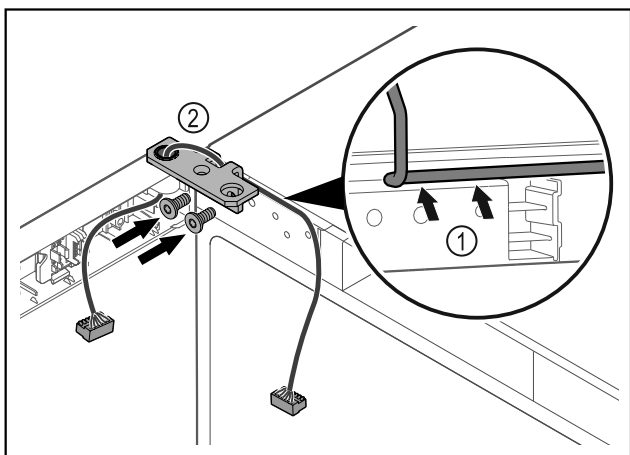

Fig. 41
- Kaloni kabllon përmes së prerës në profilin e menteshës dhe shtrijeni me kujdes Fig. 41 (1).
- Mbërtheni vidat e profilit të menteshës Fig. 41 (2).